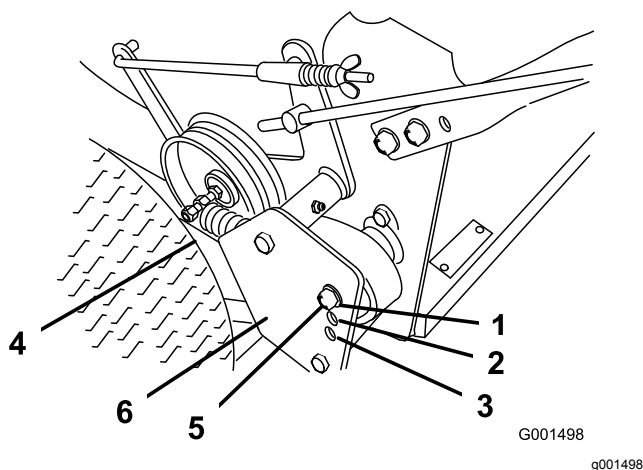

Figure 10
4. Décrochez le ressort d'entraînement du boulon de réglage (Figure 10).
5. Enlevez le contre-écrou de fixation du boulon de réglage à la protection de la poulie d'entraînement (Figure 10).
**Remarque:** La tension de la courroie de transmission aux roues est au minimum quand l'ensemble boulon est en Position A. La tension augmente aux Positions B et C (Figure 10).